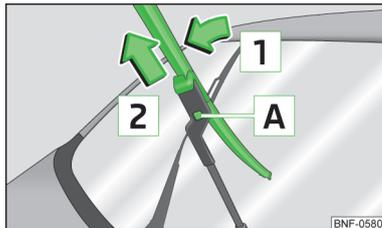

Fig. 123
- Soulevez le bras d'essuie-glace de la lunette arrière et renversez le balai d'essuie-glace légèrement en direction du bras d'essuie-glace, flèche **1** » fig. 123.